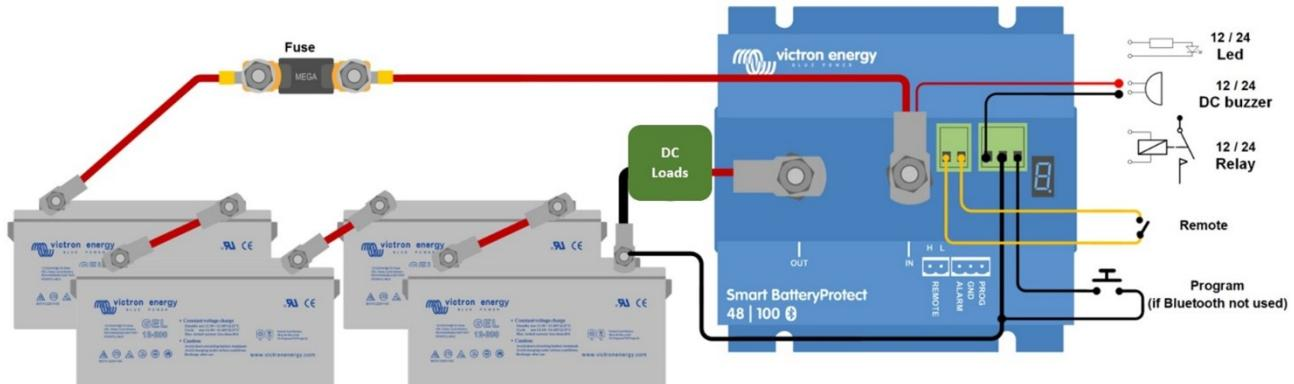

Figura 1 Esquema de ligações do SBP 48|100
- Pode conectar um interruptor de ligar/desligar entre H Remoto e L Remoto (consulte a Figura 1). Em alternativa, pode comutar o terminal H para alto (para o positivo da bateria) ou o terminal L para baixo (para o negativo da bateria).
- Pode ligar uma campainha, um LED ou um relé entre o terminal de saída do alarme e o positivo da bateria (ver figura 1). Carga máxima na saída de alarme: 50 mA (à prova de curto-círcuito).